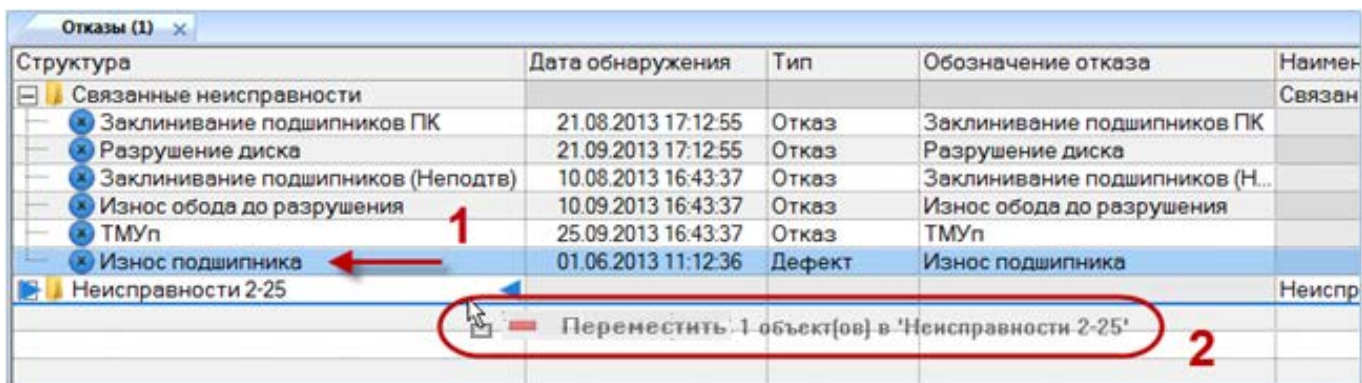

Рис. 26-5 – Перемещение неисправности в другую папку
2) Выделить неисправность в рабочем окне «Неисправности». Для выделения нескольких объектов используются клавиши CTRL и SHIFT (1 на рис. 26-5).
3) Удерживая клавишу CTRL переместить с помощью мыши выделенные неисправности в нужную папку. Появится подсказка вида «– Переместить X объект(ов) в ...», затем отпустить кнопку мыши (2 на рис. 26-5).